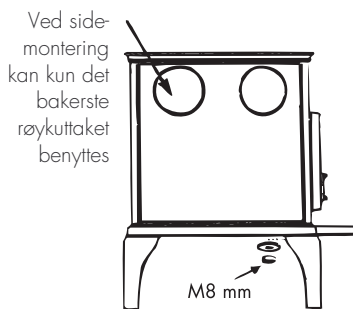

Fig. 4 Montering av bein
2. Legg ovnen forsiktig på ryggen og monter bena, disse skal flukte med ytterkant på bunnplaten. Se fig. 4.